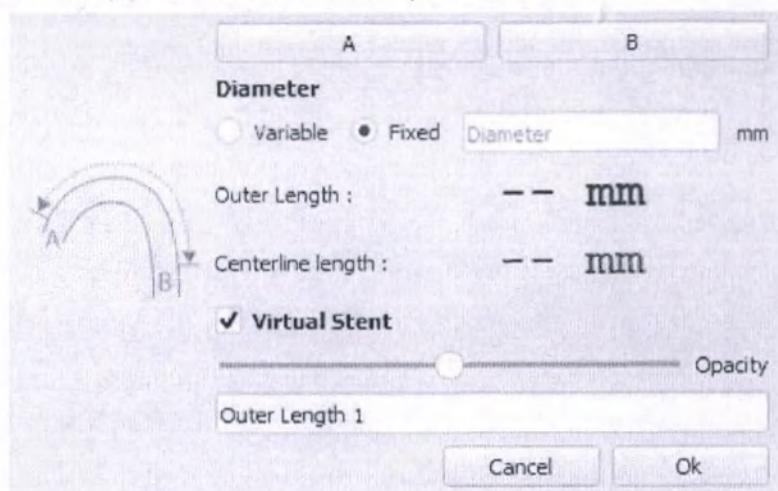

Рисунок 13: Всплывающее окно Внешняя длина
- Внешняя длина (Outer length): на виде 3D, расположите и подтвердите точки A и B, нажав на соответствующие кнопки (Рисунок 13). Диаметр может быть переменным (основываясь на диаметре полости) или постоянным (по умолчанию).